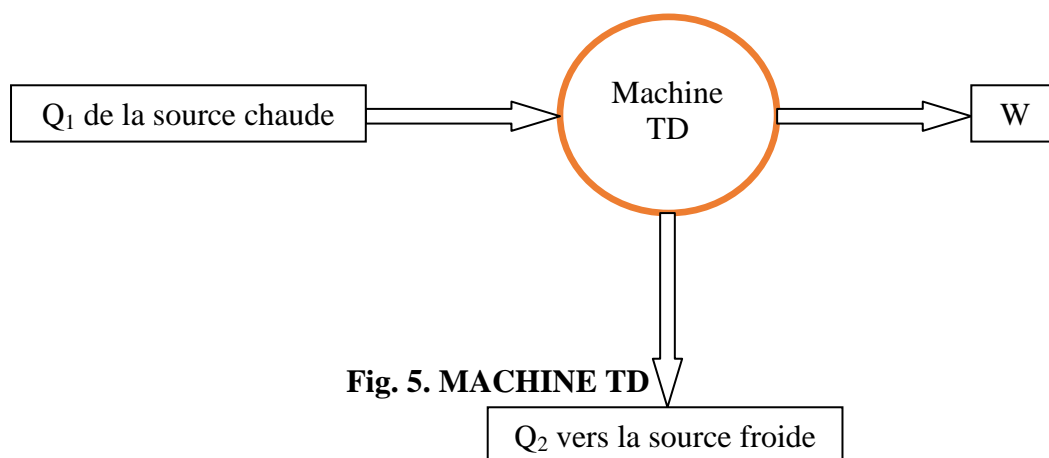

Fig. 5. MACHINE TD
- 2- Les machines thermo-dynamiques TD : qui convertissent de la chaleur en travail mécanique pour produire de l'énergie soit mécanique soit électrique, ces machines absorbent une quantité de chaleur de la source chaude (généralement par combustion) et la convertissent partiellement en travail mécanique en restituant l'excédent de chaleur à la source froide pour que le cycle recommence(Fig.5).